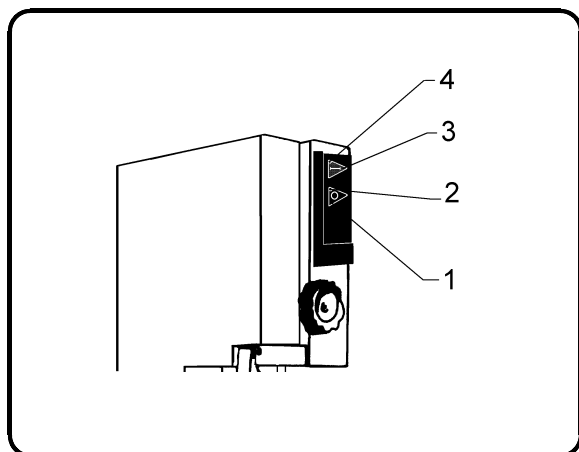

Fig. 5.3.1
5.4 Arresto della macchina (Fig. 5.3.1)
5.3 Avviamento del segaossa (Fig. 5.3.1)